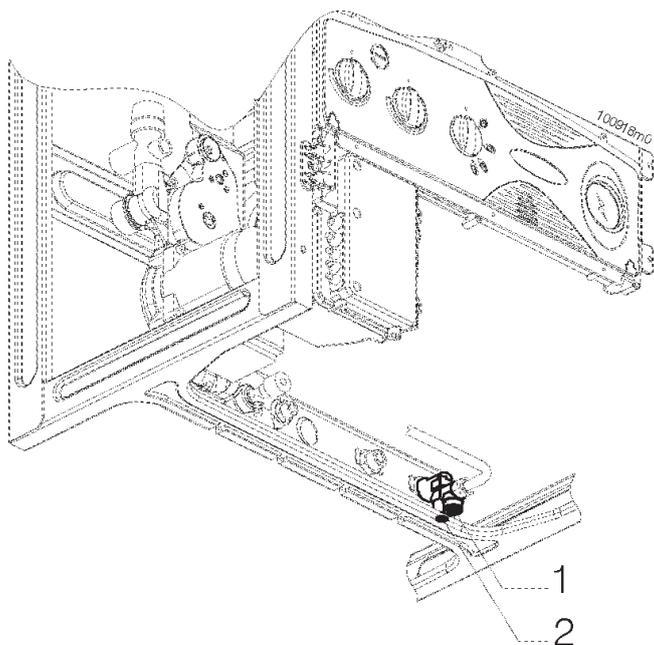

Figura 41 -
- se la temperatura dell'acqua è troppo fredda occorre ridurre la portata dell'acqua attraverso il selettore "2" (vedi figura 41) fino al raggiungimento della temperatura desiderata.